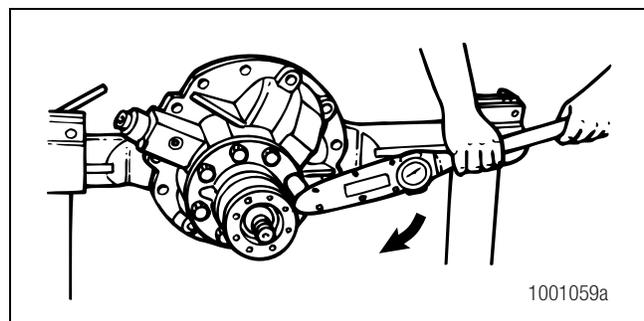

Figure 5.24
6. Poser les boulons et rondelles du logement de roulements sur la tête de pont. Serrer les boulons au couple prescrit. Figure 5.24. Se reporter à la Section 8.